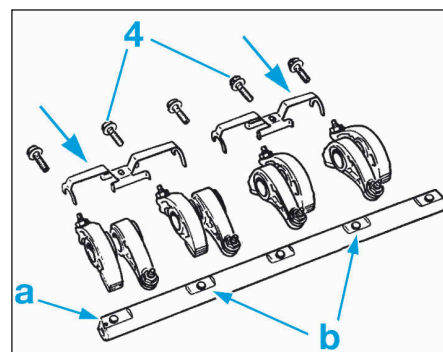

FIG.53
- Reposer la rampe avec les culbuteurs en positionnant le poinçon (a) sur la rampe du côté distribution (Fig.53).